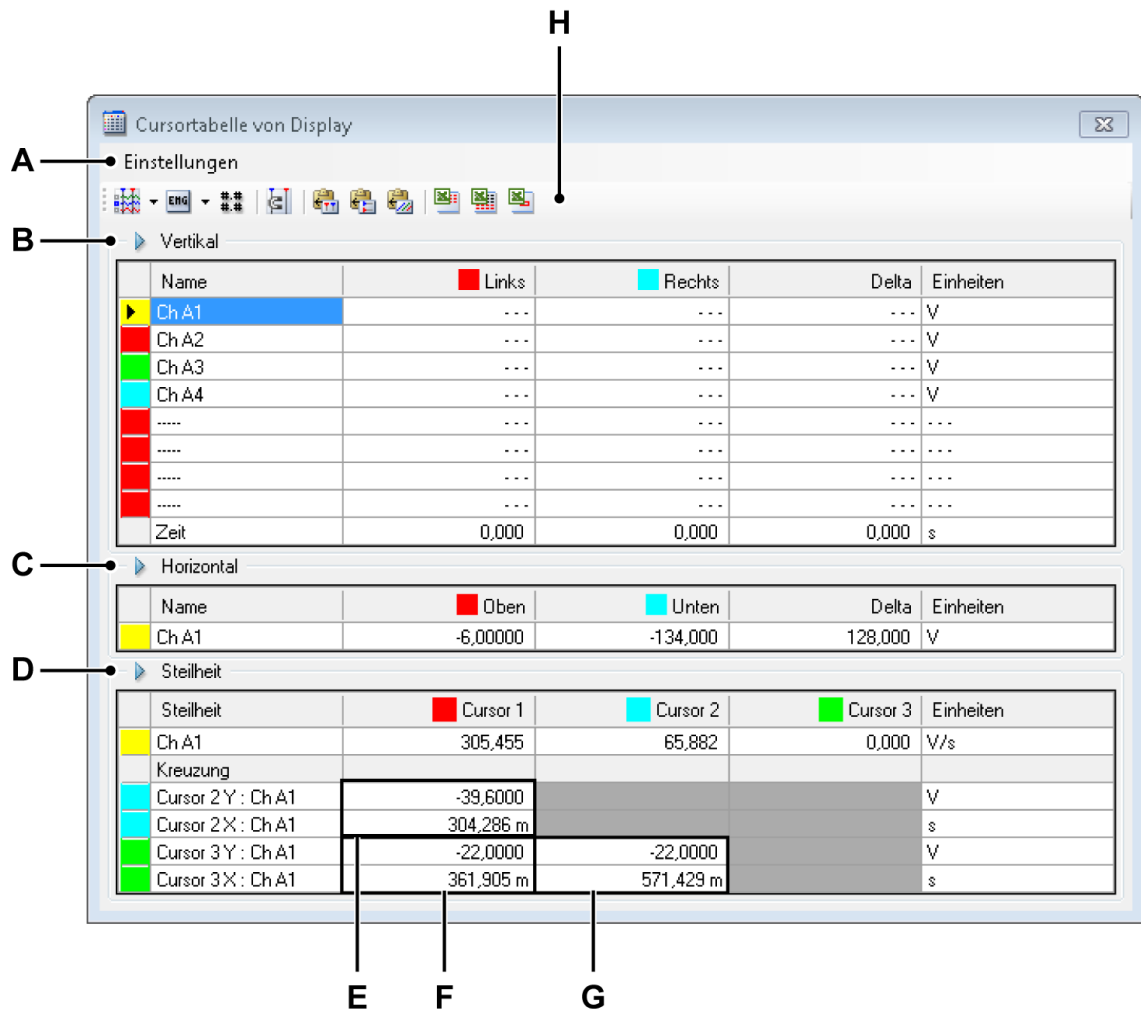

Abbildung 6.30: Cursortabelle
- E, F, G** Die Position der folgenden Details finden Sie in der Abbildung 6.30 "Cursortabelle" Seite 180: